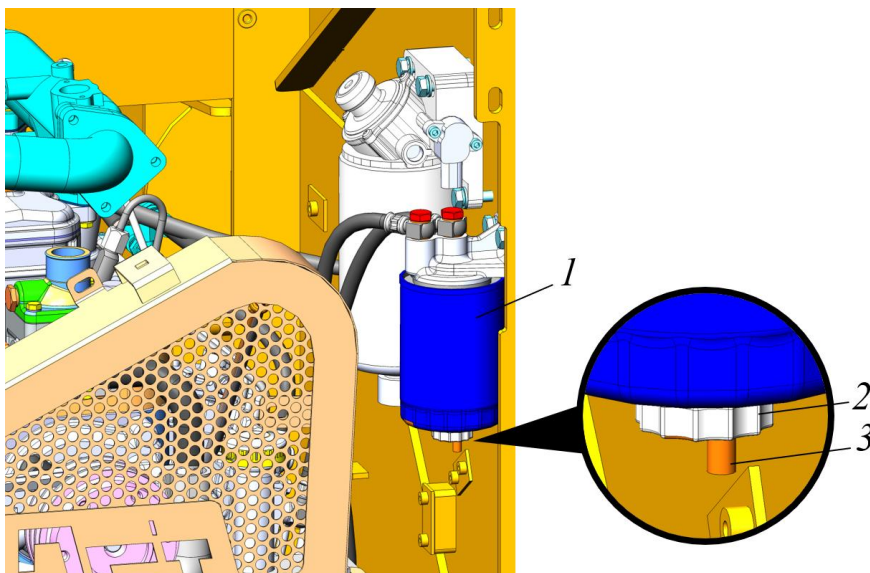

Рисунок 5.45. Фильтр тонкой очистки топлива Д-245С
Фильтр тонкой очистки топлива (ФТОТ) размещен в моторном отсеке с правой стороны по ходу движения машины, см. поз. 1, рис. 5.45.
- ▶ Разместить подготовленную емкость  под сливным штуцером 4 резьбовой пробки 3, рис. 5.45.